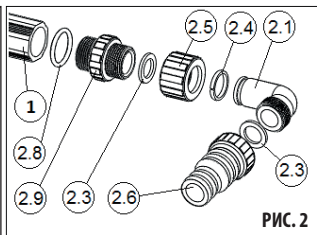
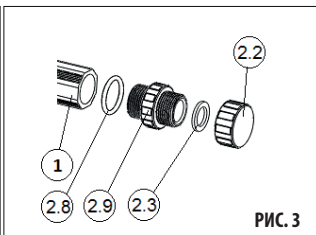

РИС. 2
РИС. 3
- 1) Соберите панель. На трубы солярной панели накрутите футорки (2.9) с силиконовыми уплотнительными кольцами (2.8). РЕКОМЕНДУЕМ НАНЕСТИ НА ТОРЦЕВУЮ УПЛОТНИТЕЛЬНУЮ ПОВЕРХНОСТЬ ТРУБЫ СОЛЯРНОЙ ПАНЕЛИ (1) ТОНКИЙ СЛОЙ ПРИЛАГАЕМОЙ СМАЗКИ – ТАК ВЫ ИЗБЕЖИТЕ НЕГЕРМЕТИЧНЫХ СОЕДИНЕНИЙ. После этого на футорки установите патрубки для присоединения шлангов (**РИС. 2**) и пробки (**РИС. 3**). В одной из труб панели посередине находится пробка – на этой трубе должны быть установлены патрубки для присоединения шлангов, на второй трубе должны быть установлены пробки.